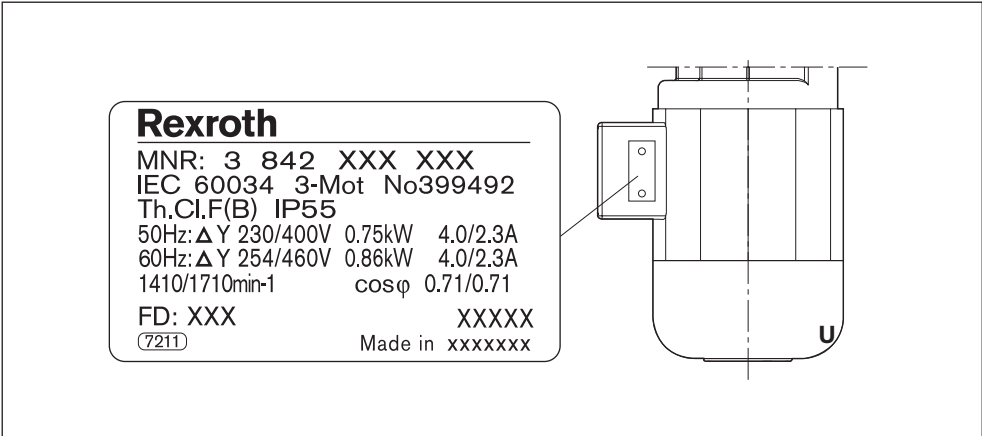

Fig. 10: Placa de identificação do motor (exemplo)
- Observe os valores de conexão elétrica da placa de tipo do motor, consulte Fig. 10 na página 20.